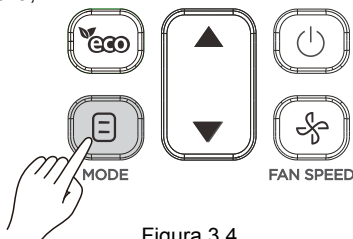

Figura 3.4
1) Premere  (si veda Figura 3.4). Lo schermo del display indica la modalità operativa;